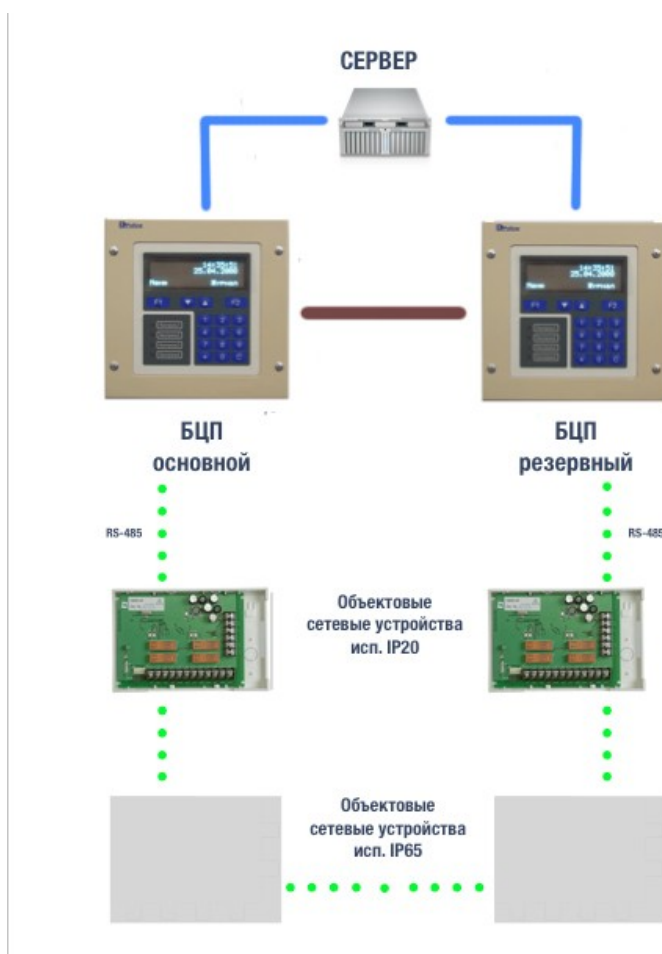

Рис. 1. Структурная схема резервирования БЦП
1. Оба БЦП подключаются к серверу ИД-ССР через Ethernet или RS-232 (COM-порт) (Рис. 1). На сервере ИД-ССР запущен сконфигурированный программный модуль ИД-СПО-СРВ и активированы лицензии ЛИЦ-ИД-СПО-ПА-СРВ и ЛИЦ-ИД-СПО-ПА-Р08 (2 штуки).